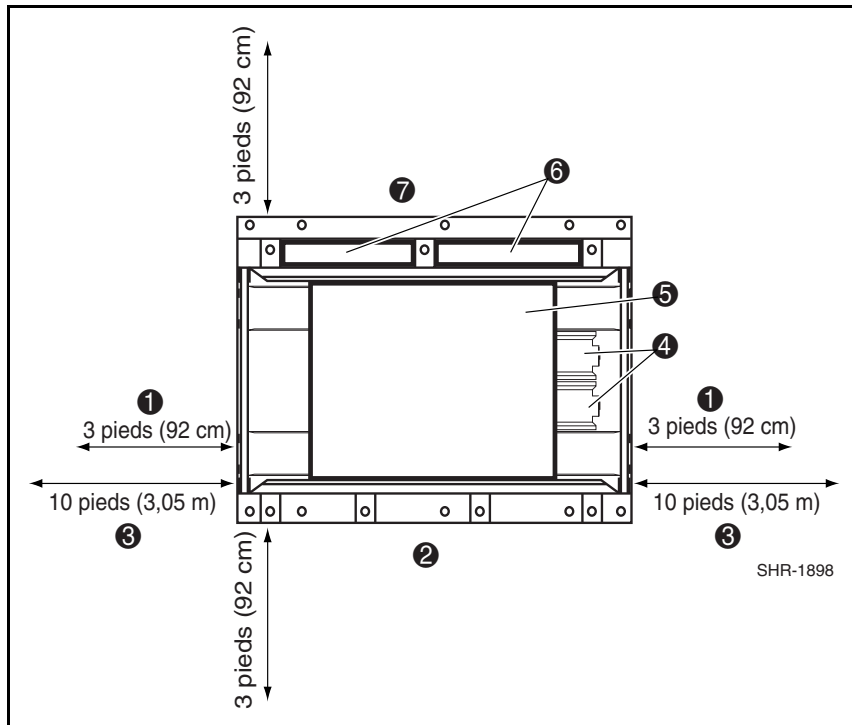

Figure 4-1. Besoin en espace au sol (vue du dessus)
**REMARQUE** : le retrait de la librairie de sauvegarde sur cartouches de son conteneur nécessite au moins 90 cm de chaque côté. Pour le côté servant à la rampe, l'opération nécessite un espace supplémentaire de 214 cm, soit 305 cm au total de ce côté. La hauteur minimale requise est 216 cm. La Figure 4-1 illustre l'espace minimal au sol nécessaire à la librairie de sauvegarde sur cartouches sur son lieu de déballage (voir Tableau 4-1).
7. Retirez les kits d'accessoires du compartiment arrière du carton (⑥, Figure 4-1).